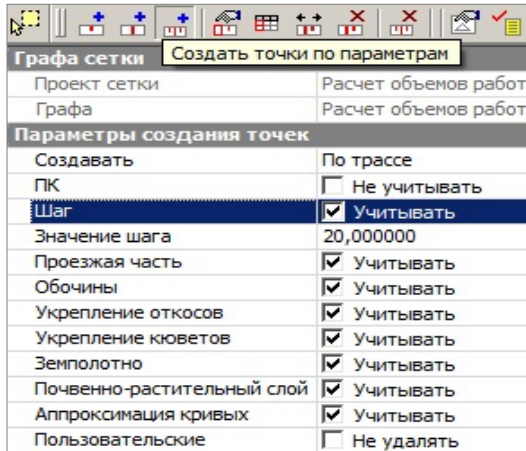

Рис. 23.7
3. Рассчитайте точки по настройкам (рис. 23.7).